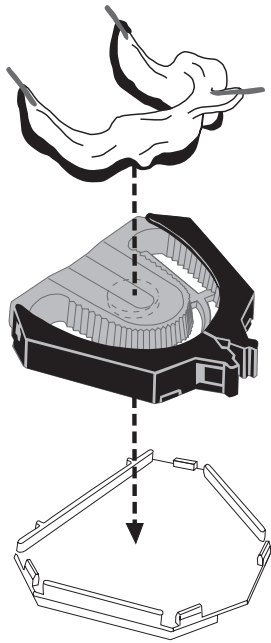

Fig. 1
5. Ställ in de 3 referenspunkterna från avtrycksskeden mot mittlinjen och de posteriora referenspunkterna på Accu-Trac (Fig. 1).